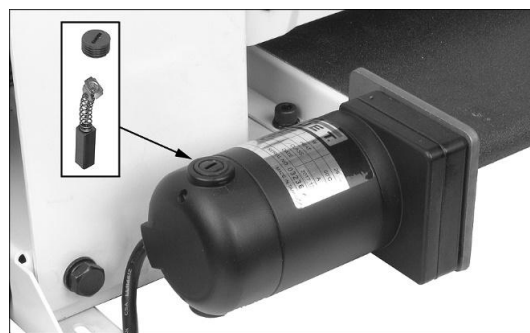

Figure 10-4 Inspection des balais
2. Dévissez et enlevez le capuchon avec un tournevis à lame plate. Voir la Figure 10-4.